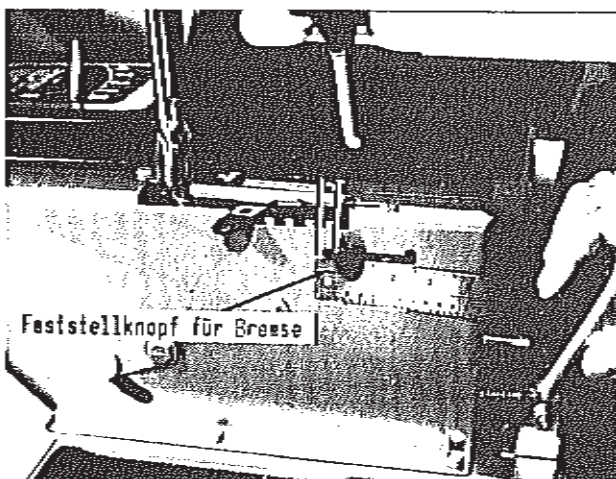

Abb. 15
2. Ist in dieser Stellung der Feststellknopf für die Bremse ca. 6 mm vom Schlitzende entfernt, ist die Bremse richtig eingestellt (Abb. 15).